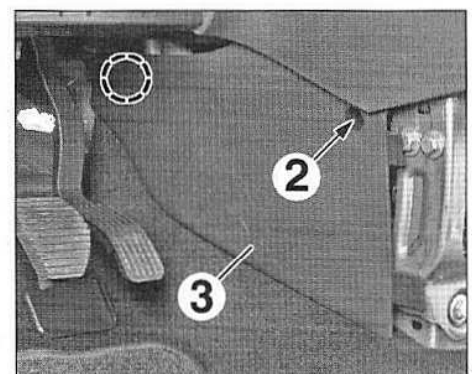
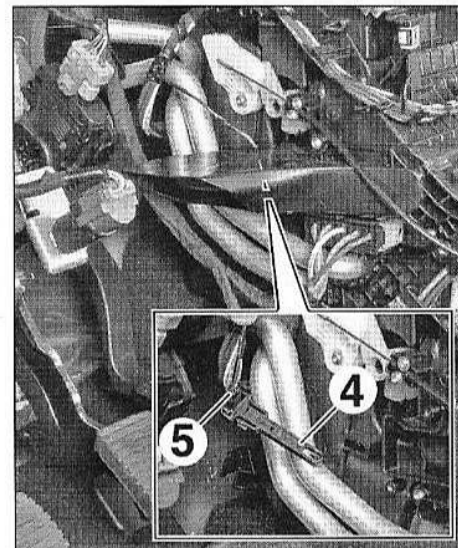
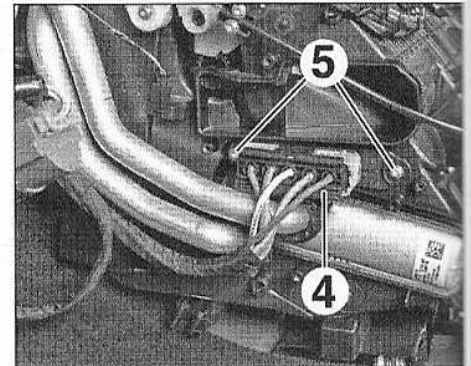

FIG.30
FIG.35
FIG.36
- Déposer la vis (2) (Fig.30).
- Dégrafer et déposer la garniture latérale gauche de console centrale (3).
- Dégrafer la sonde de température évaporateur (4) (Fig.35).
- Débrancher le connecteur (5).
- Déposer la sonde de température évaporateur (4).
- Débrancher le connecteur (4) (Fig.36).
- les vis (5),